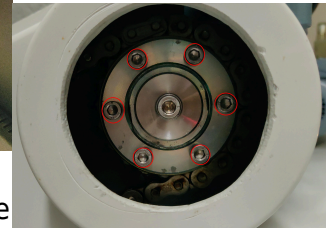

Abb. 4:
- Rutschkupplungen der Torantrieben freigeben → hierfür die im Kreis angebrachten Inbusschrauben lösen (Abb. 4)